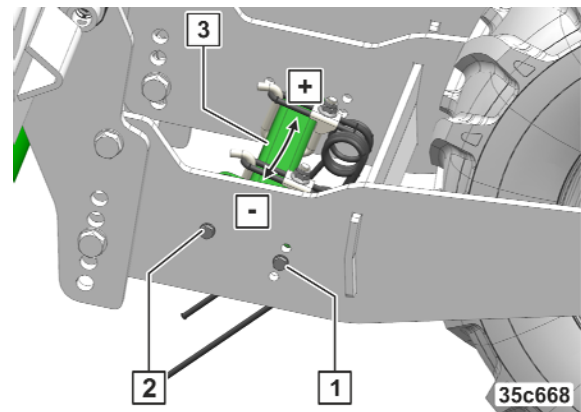

Bild 199
1. Lossa muttern (Bild 199/2).
2. Lossa skruven (Bild 199/1) och ta bort den.